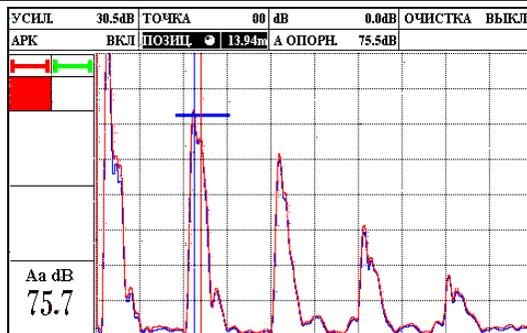

Рисунок 2.45 – Установка позиции первой опорной точки АРК
- Выбрать значение точки (по умолчанию 00) для первого отраженного сигнала и установить ее позицию («ПОЗИЦ.») на развертке по вершине импульса (рис. 2.45).